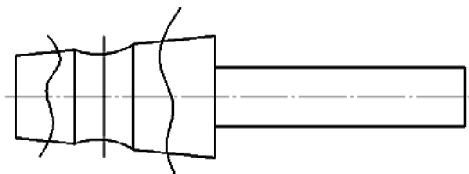

图 6-15 绘制相贯线
4) 使用三点圆弧方式大致绘制出相贯线，并修剪多余的曲线；使用样条曲线绘制出剖视图边界，如图 6-15 所示。修剪并填充剖面线，如图 6-16 所示。